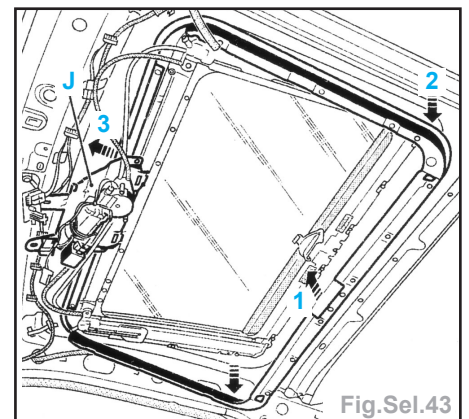

Fig.Sel.43
- Pour déposer la cassette de toit, il faut suivre la procédure suivante (Fig.Sel.43) :
- soulever la cassette de toit (1) dans sa partie AR et dégager le contre-cadre (2) et (3) de son logement sous la platine support moteur (J).